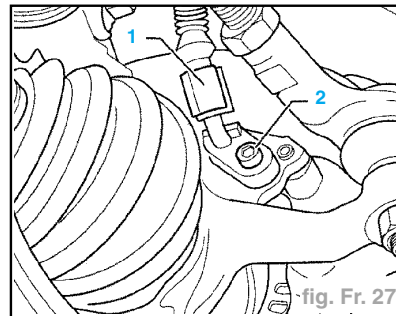

fig. Fr. 27
- Déconnecter le connecteur (1) du câble de vitesse et du capteur de vitesse (fig. Fr. 27).
- Dévisser la vis (2) du carter de roulement de roue.